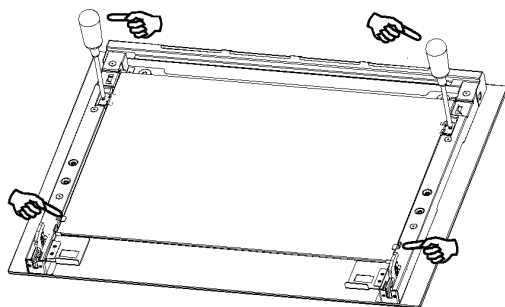

Figura 11
3.La Figura 11 muestra cómo colocar con precisión el Vidrio Medio en los soportes correspondientes y apretar los tornillos.